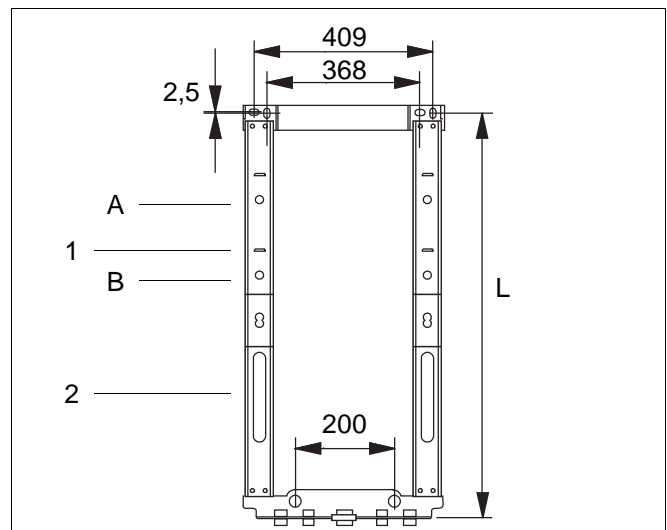

Abb. 2 Montagerahmen 11/19
- Hähne montieren. An der fertig verputzten oder gefliesten Wand Anschlußplatte bzw. Montagerahmen anbringen. Die Maße entnehmen Sie der Montage- und Wartungsanweisung des Heizkessels, der Abb. 2 bzw. 3 (Montagerahmen) und den Abb. 11 und 12 (Anschlußgruppe). Bei Montage des Montagerahmens bzw. des Wandhalters auf geputzter Wandoberfläche und Montage der Gas- und Hydraulikan- schlüsse auf gefliester Wandoberfläche ist der Montagerahmen bzw. des Wandhalters zum Ausgleich der Maßdifferenz mit Abstandshal- tern zu montieren. Soll der Heizkessel nicht so- fort montiert werden, Kappen auf die An- schlüsse stecken.